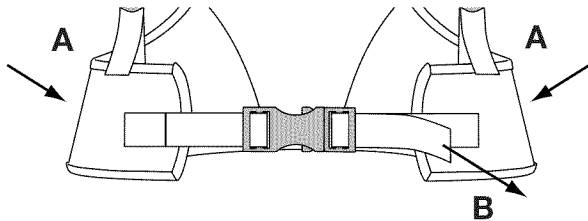
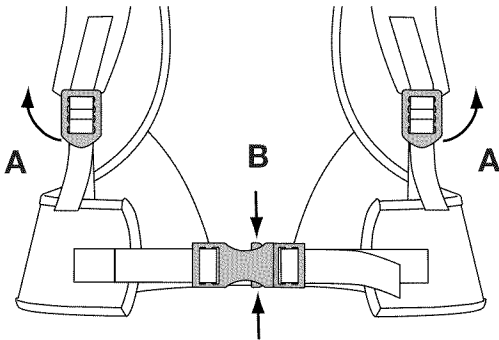

Fig. 18
Fig. 19
**NOTA:** Asegúrese de que los soportes de la cintura soporten el peso de la unidad sobre las caderas (Fig. 18, A).
3. Si el peso no cae sobre las caderas, afloje los soportes de los hombros (Fig. 19, A) y tire de la manija de los soportes de la cintura (Fig. 18, B) para apretarlas. Ajustelas hasta que el peso de la unidad descance sobre las caderas.
1. Para desconectar los soportes de los hombros, tire hacia arriba de la lengüeta inferior de las hebillas de los soportes de los hombros (Fig. 19, A).
2. Apriete la parte superior e inferior de las presillas de los soportes de la cintura para zafar los soportes de la cintura (Fig. 19, B).